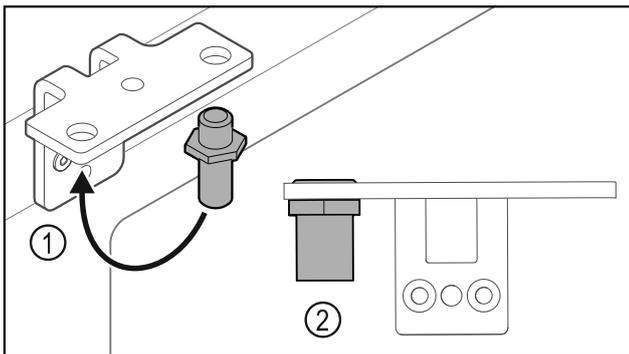

Fig. 33
- Cambiar la posición del perno Fig. 33 (1) en la escuadra de bisagra.
- Apretar el perno Fig. 33 (2) con un **par de 12 Nm**.